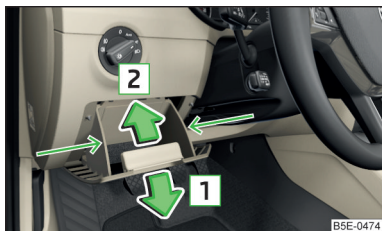

Fig. 231
- Prindeți compartimentul de depozitare lateral, în zona săgeților » fig. 231.